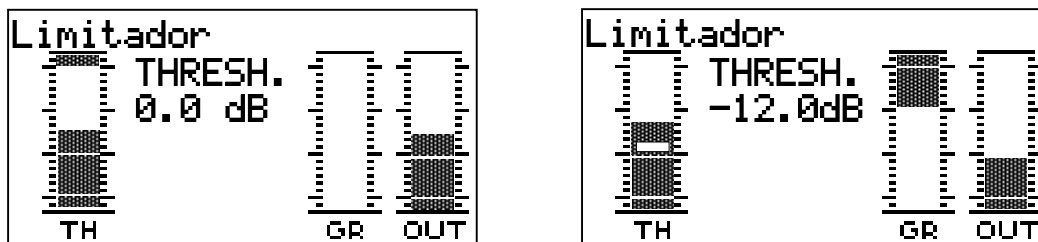

Fig. 24. Pantalla del Limitador (izq.) y edición del Threshold (der.)
- GR (Gain Reduction): Muestra cuando el limitador está actuando (el nivel de entrada supera el del umbral). La reducción de nivel se muestra como una barra invertida (ver Fig.24, derecha).